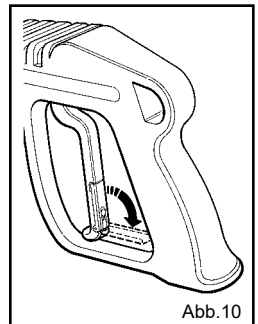

Abb.10
- Wenn der Hochdruckreiniger nicht benutzt wird, die Sicherheitsvorrichtung am Griff schließen. (Abb.10)